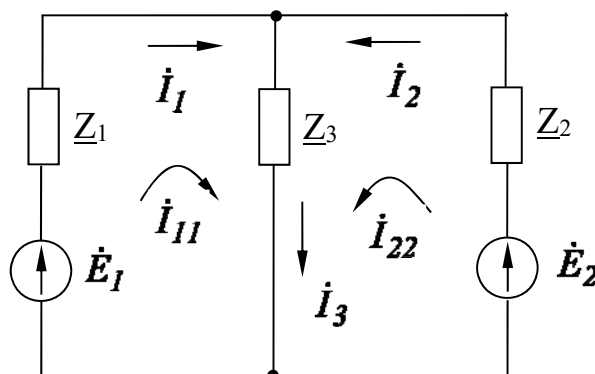

Рисунок 4.1 – Схема электрической цепи к задаче 4
**Задача 4.** Определить токи в ветвях электрической цепи переменного тока (рисунок 4.1). Исходные данные к задаче (действующие значения ЭДС  $E_1, E_2$ , их начальные фазы  $\psi_{e1}, \psi_{e2}$ , полные комплексные сопротивления ветвей  $\underline{Z}_1, \underline{Z}_2, \underline{Z}_3$ ) приведены в таблице 4.1. Задачу решить методом контурных токов, методом
**Пример решения задачи 4.** Определить токи в ветвях электрической цепи переменного тока (см. рисунок 4.1).